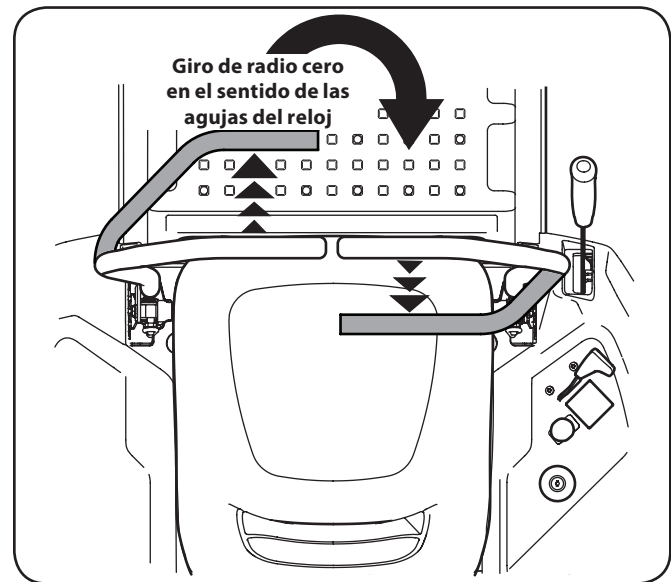

Figure 5-9
2. Para girar en el sentido de las agujas del reloj, mueva la palanca de control del lado izquierdo hacia adelante mientras mueve simultáneamente la palanca de control derecha hacia atrás. Consulte la Fig. 5-9.